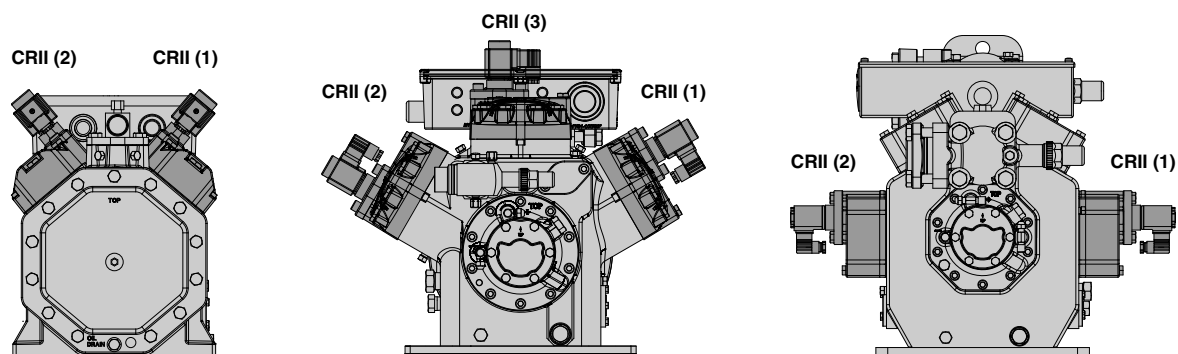

Рис. 5: 4-, 6- и 8-цилиндровые компрессоры ECOLINE полностью оснащенные системой CR11
Монтаж верхней части клапана для системы регулирования производительности см. на рис. 5, стр. 62.
- Тандем -компрессор: в отношении возможных последовательных переключений нагрузки оба компрессора должны быть укомплектованы равным количеством головок цилиндров CR11, см. рис. 5, стр. 62.